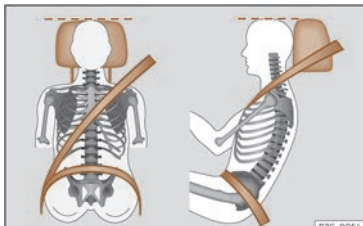

Fig. 15 Sangle bien ajustée et appuie-tête correctement réglé.
- Réglez l'appuie-tête de manière à ce que son bord supérieur soit, dans la mesure du possible, à la même hauteur que la partie supérieure de votre tête, le plus proche possible à la hauteur de vos yeux¹⁾ >>> page 123. Gardez la nuque le plus près possible de l'appuie-tête >>> **fig. 15**.
- Réglez le siège dans la longueur de manière à pouvoir actionner à fond les pédales avec les genoux légèrement fléchis et de manière à laisser une distance d'au moins 10 cm (4 pouces) entre les genoux et le tableau de bord >>> **fig. 15**.